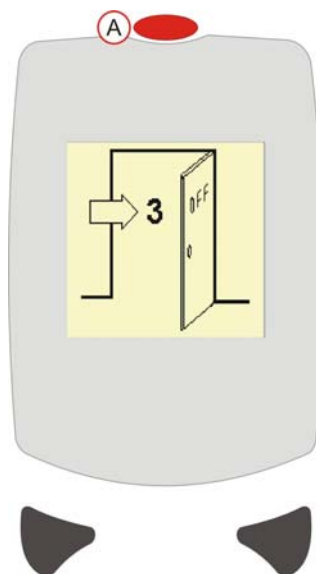

Figura 14 Desligar
Após fazer a medição, premir durante três segundos o botão ON/OFF (LIGAR/DESLIGAR), ver Figura 14 (A) para desligar o aparelho. Será mostrada uma 'porta' com a contagem regressiva 3, 2, 1.